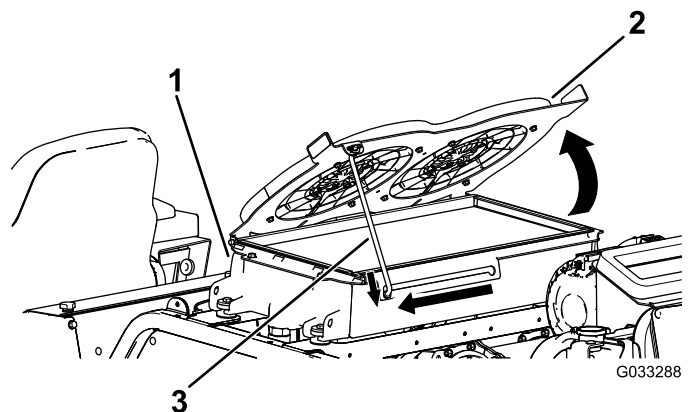

Figura 119
2. Gire hacia arriba los ventiladores de refrigeración del sistema hidráulico, y enganche la varilla de sujeción en la muesca (Figura 119).